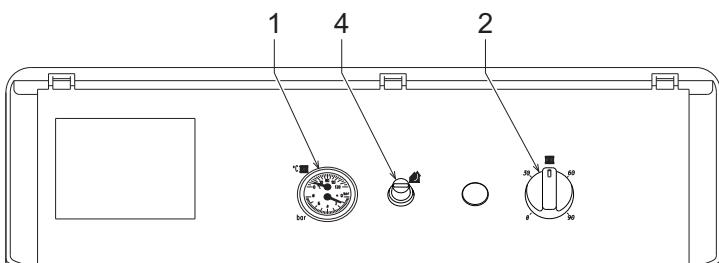

рис. 1 - Панель управления
- Поместите термостат регулировки котла (поз. 2 - рис. 1) на минимальное значение.
- Поместите термостат регулировки котла (поз. 2 - рис. 1) на требуемое температурное значение (не менее 50°).
Если повернуть рукоятку 2 на рис. 1 по часовой стрелке, температура воды в системе отопления повышается, и наоборот. Температуру воды в системе отопления можно регулировать в пределах от 30° до 90°. Однако не рекомендуется эксплуатировать котел при температуре ниже 45°.
Задайте с помощью комнатного термостата нужную температуру внутри помещения. При поступлении команды от комнатного термостата котел включается, обеспечивая нагревание воды в системе отопления до температуры, заданной регулирующим термостатом 2 на рис. 1. При достижении в помещении желаемой температуры котел выключается.
Давление напора при заполнении холодного контура, считанное гидрометром котла по поз. 1 - рис. 1, должно составлять приблизительно 1,0 бар. Если во время работы давление воды в системе упало (из-за испарения растворенных в воде газов) до величины ниже вышеуказанного минимума, пользователь должен открыть кран подачи воды (в поставку не входит) и довести давление до первоначального значения. По окончанию операции всегда закрывайте кран подачи воды.
Блокировка котла вследствие недостаточного удаления продуктов горения	Открутите крышку терmostата дымовых газов (поз. 4 - рис. 1) и нажмите на кнопку под ним. В случае повторяющихся блокировок котла обратитесь в ближайший сервисный центр